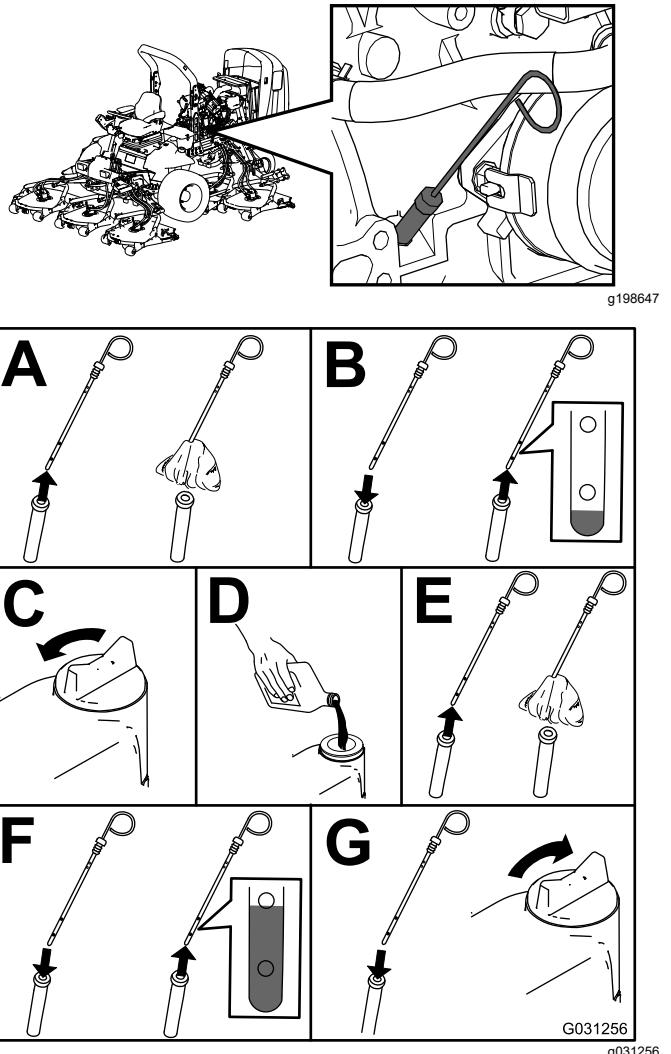

Рисунок 45
2. Проверьте уровень масла в двигателе (Рисунок 45), см. раздел Характеристики масла \(страница 52\).